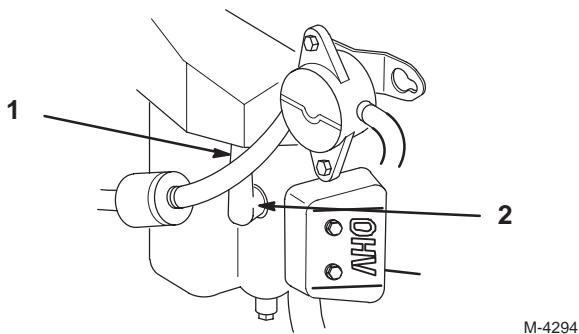

Bild 41
2. Ziehen Sie die Kerzenstecker (Bild 41). Reinigen Sie jetzt den Bereich um die Zündkerze(n), um zu verhindern, dass Schmutz in den Motor fallen und Schäden verursachen kann.
3. Stecken Sie die Zündkerzenstecker wieder auf die Zündkerzen auf (Bild 41).